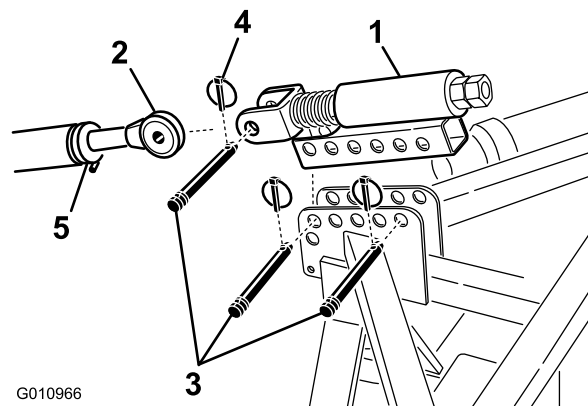

Figure 7
1. Montez le bras de liaison supérieur à ressort sur le support d'aérateur avec deux axes d'articulation et goupilles à anneau (Figure 7)
2. Desserrez le contre-écrou sur la biellette supérieure du tracteur. Réglez la biellette supérieure jusqu'à ce qu'elle soit en face de la chape du bras de liaison supérieur à ressort de l'aérateur (Figure 7).
3. Accouplez la biellette supérieure du tracteur à la chape du bras de liaison supérieur à ressort avec un axe de chape et une goupille à anneau (Figure 7).
6. Tournez la biellette supérieure jusqu'à ce que le ressort soit comprimé d'environ 12,5 mm (Figure 7).